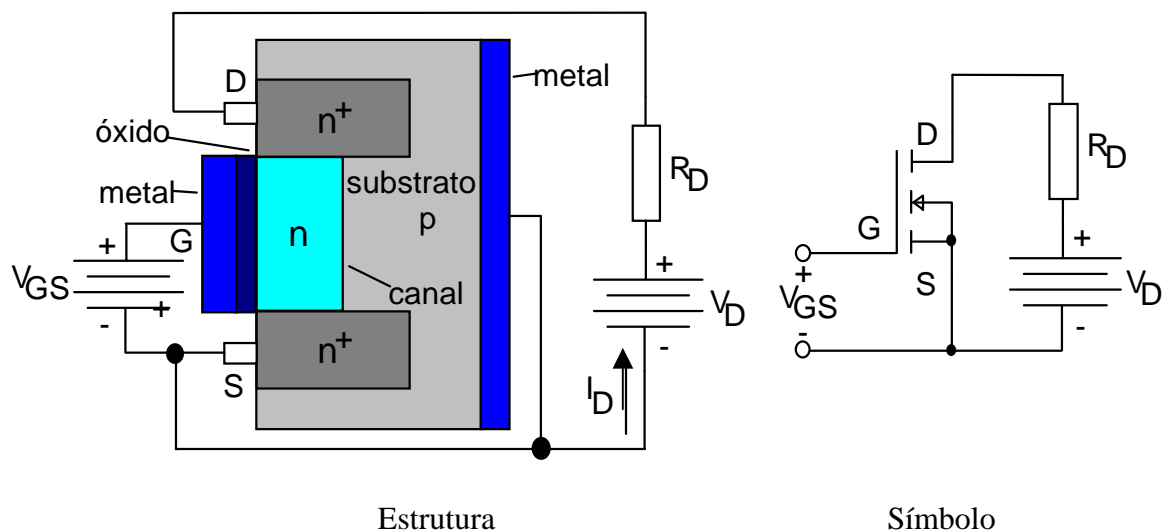

Figura 4.17 : Estrutura e símbolo do MOSFET de canal n.
O MOSFET de Depleção pode ser de canal n ou p. O canal n é formado por um substrato de silício tipo p, com duas regiões altamente dopadas de silício tipo n^+ com baixa resistência de conexão. O gate é isolado do canal n por uma fina camada de Óxido de Silício. Os três terminais são : gate (G); dreno (D) e fonte (S). O substrato é normalmente ligado à fonte (S). A tensão entre gate e fonte (V_{GS}) pode ser, também, positiva ou negativa. A figura 4.17 mostra a estrutura básica de um com canal tipo n, e seu respectivo símbolo.